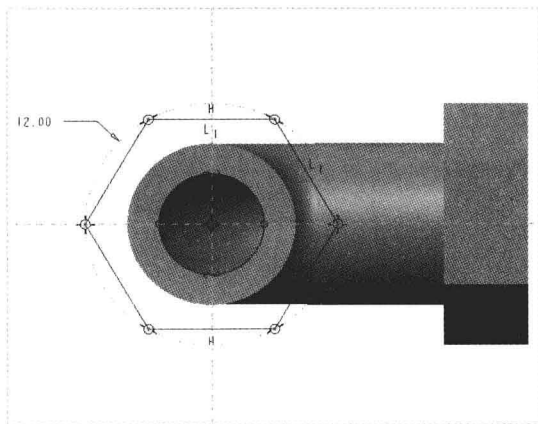

图 16-37 绘制截面 5
Step 11 采用与上同样的方法，使用“拉伸”命令，弹出“拉伸”选项卡，在绘图区选择 DTM1 平面作为草绘平面，进入草绘环境；单击“草绘”选项卡中的相应按钮，绘制截面，如图 16-37 所示，单击“关闭”面板中的“确定”按钮，完成截面绘制并退出草绘环境。